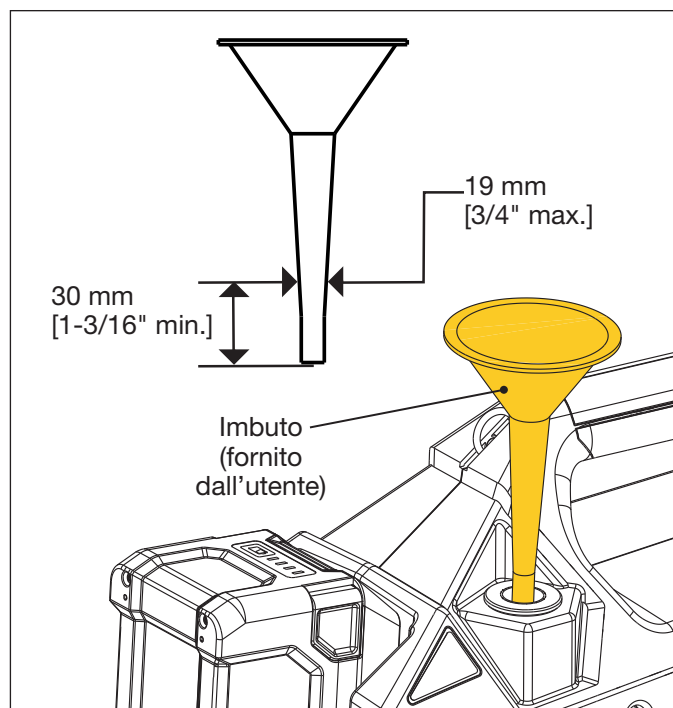

Figura 13: Aggiunta di olio tramite imbuto
4. Inserire un imbuto (diametro esterno max. del gambo pari a 19 mm [3/4"] e con lunghezza di almeno 30 mm [1-3/16"]) nel bocchettone di rifornimento dell'olio. Vedere la Figura 13.